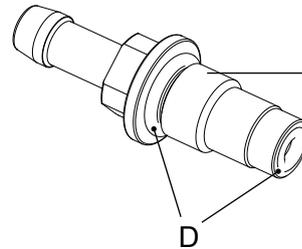

Рис. i3
- проверьте состояние кольцевых уплотнений D (рис. i3);